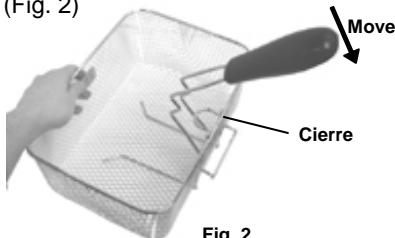

Fig. 2
2. Con la canasta para freír firmemente en una mano, estire el mango hacia su cuerpo para que la pieza de metal sea ajustada firmemente en el cierre redondo de la canasta para freír. (Fig. 2)